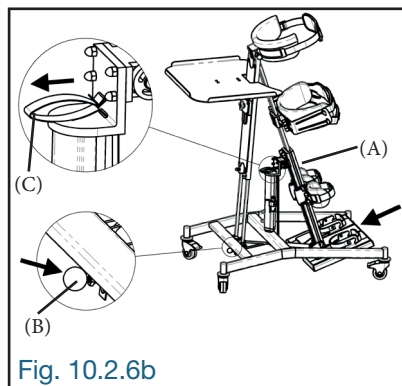

Fig. 10.2.6b
Pour remettre l'appareil à la verticale, faire une légère pression avec le bout du pied sur le levier (B) ou tirer sur la sangle d'activation (C) puis, pousser sur le châssis (A) afin de le ramener à la verticale. Relâcher la pression sur le levier (B) une fois le châssis (A) à la position verticale (Fig. 10.2.6b).